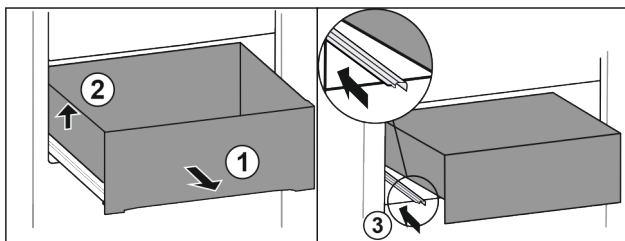

Fig. 127
- ▶ Vytáhněte zásuvku až na doraz. Fig. 127 (1)
- ▶ Nadzvedněte zásuvku vlevo. Fig. 127 (2)
- ▶ Zasuňte levou kolejničku. Fig. 127 (3)